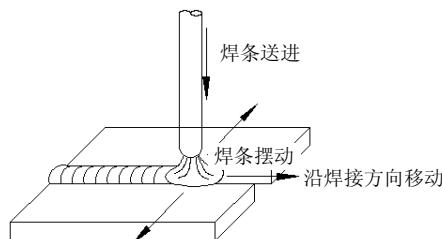

图 1-5 运条基本运动
(2) 沿着焊接方向进行运条，运条一般要同时完成三个基本运动：沿焊条中心线向熔池送进，沿焊接方向匀速移动，横向摆动，如图 1-5 所示。